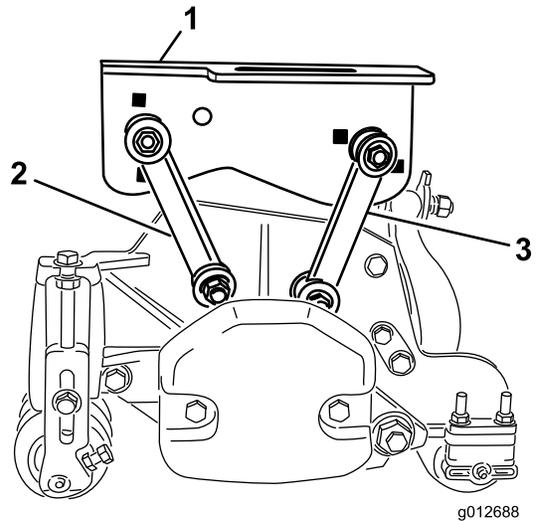

图 17
- 如图 17 所示用螺栓 $\frac{3}{8} \times 2\frac{1}{4}$ 英寸、2 个平垫圈和 1 个锁紧螺母将前安装连杆固定到中间承载架孔中。安装时将垫圈放到连杆的两侧。上紧紧固件扭矩至 42N·m。
- 如图 17 所示用螺栓 $\frac{3}{8} \times 2\frac{1}{4}$ 英寸、2 个平垫圈和 1 个锁紧螺母将后安装连杆固定到中间承载架孔中。安装时将垫圈放到连杆的两侧。上紧紧固件扭矩至 42N·m。